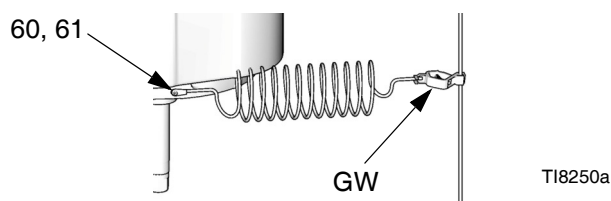

FIG. 2. Fio terra
Consulte FIG. 2. Usar o parafuso de ligação à terra (60) e a anilha de segurança (61) para fixar o fio terra com a ref.^a 244524 (GW) à parte de trás do motor pneumático. Apertar bem o parafuso. Ligar a outra extremidade do fio de ligação à terra a uma verdadeira ligação à terra (estaca de cobre ou cano de água metálico).